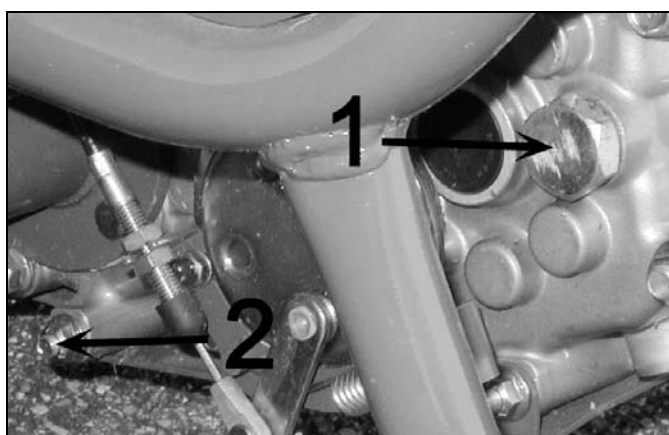

Figure 9
- Enlevez le bouchon de remplissage d'huile (figure 9, repère 1). Si le niveau est correct, l'huile doit affleurer le point bas du bouchon. S'il manque de l'huile, remettez une huile pour transmission 80W90 API GL4.
- L'huile doit être échangée au première 20 heures d'utilisation, puis toutes les cent heures. La vidange se fait par le bouchon de vidange (figure 9, repère 2).